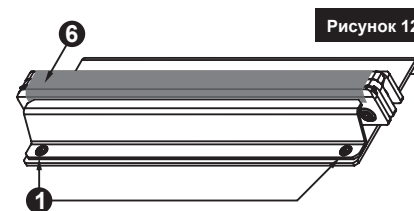

Рисунок 12
2. Открутить винты 1 нагревательного элемента (см. Рис. 12) и снять крышку нагревательного элемента;
5. Снять тефлоновую ленту 6 (см. Рис. 12), закрывающую проволоку и ленту нагревательного элемента;